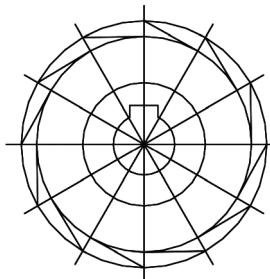

图 5-42 绘制连线
- 2) 使用捕捉交点和“直线”命令，绘制两个大圆与射线交点的各连线，如图 5-42 所示。